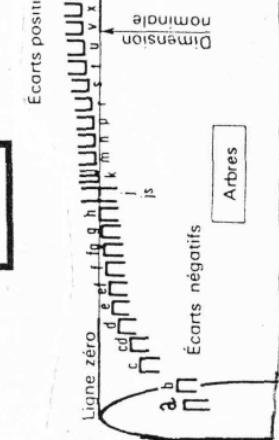

fig 6
3-Système d'ajustement normalisé (fig 6)
4.2 Exemple de calcul : 0 40 H 7/e 9 Sans calcul, en observant la figure 6 ou 4 on constate que c'est un ajustement ... Avec... Jeu...